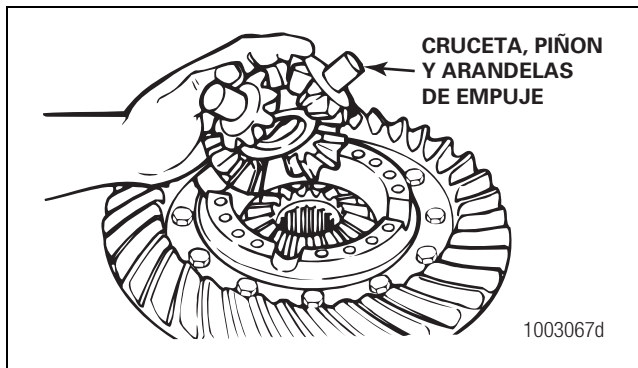

Figura 5.23
12. Instale la cruceta o cruz, los piñones del diferencial y las arandelas de empuje en la media caja con brida. Figura 5.23.